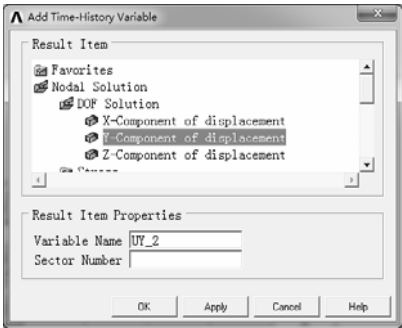

图 9-29 “Add Time-History Variable”对话框
- 2) 单击 按钮，弹出 “Add Time-History Variable” 对话框，在 “Result Item” 列表框中依次选择 “Nodal Solution>DOF Solution>Y-Component of displacement”，如图 9-29 所示。